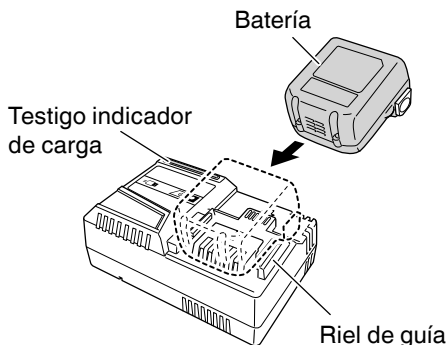

Fig. 2
2. Inserte la batería en el cargador de baterías. Inserte la batería en el cargador de baterías como se muestra en la Fig. 2.